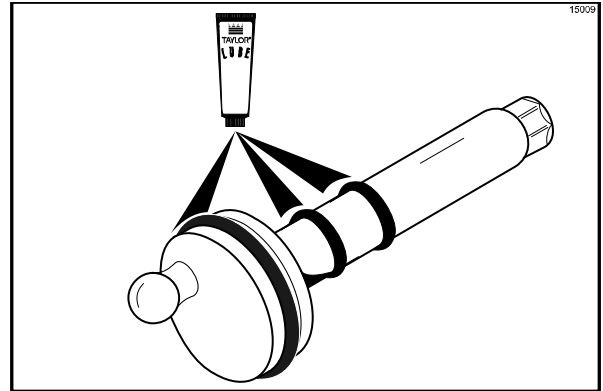

Figure 155
13. Glisser le gros joint torique noir et les deux petits joints toriques noirs dans les rainures de l'arbre d'entraînement. Lubrifier abondamment les joints toriques et l'arbre. NE PAS lubrifier l'extrémité hexagonale de l'arbre (Cf. Figure 155).